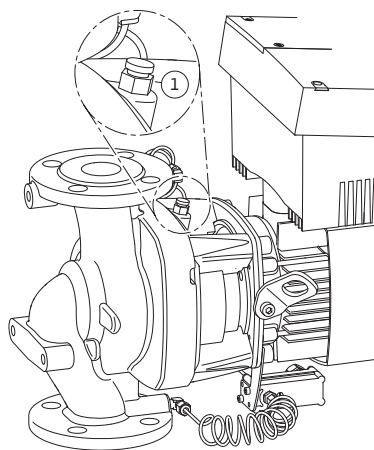

Fig.42: Supapa de vidare
- Aerisiți pompele prin deschiderea supapelor de dezaerare (Fig. 42, Poz. 1). Funcționarea în gol distruge etanșarea mecanică a pompei. Este interzisă dezaerarea senzorului de presiune diferențială (pericol de distrugere).